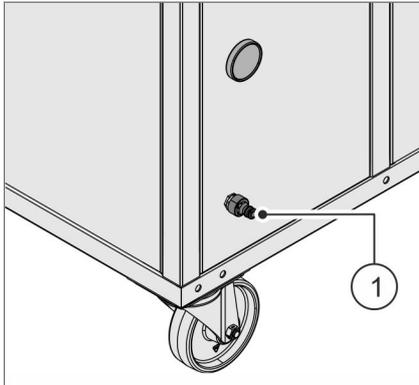

Abb. 30 Wasseranschluss (Flaschenspüler)
Der Anschluss an die betreiberseitige Wasserversorgung erfolgt mit Hilfe eines am Kupplungsstecker Abb. 30 / ① installierten Schlauchs an der Seite der Abfüllstation.